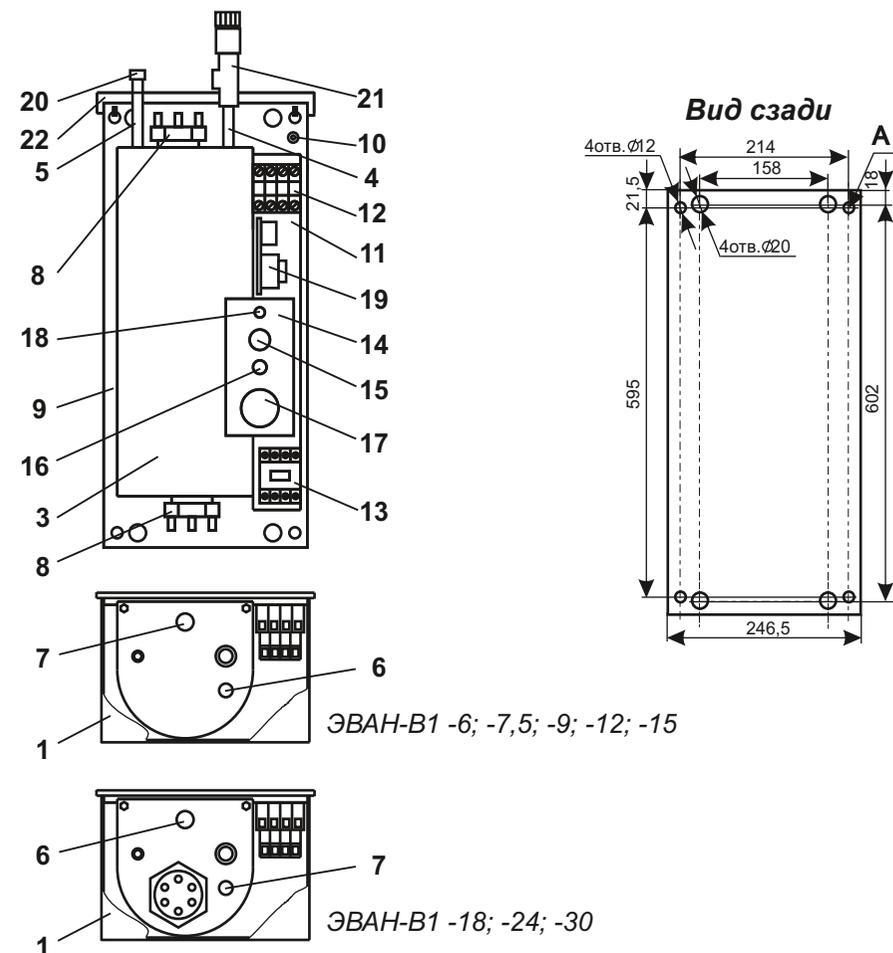

Рисунок 2 (кожух на гл. виде не показан):
6.6 К стене водонагреватель крепится с использованием отверстий А (рис.2):
Разметка отверстий под крепление закладной и панели водонагревателя приведена на “Виде сзади” рис.2.